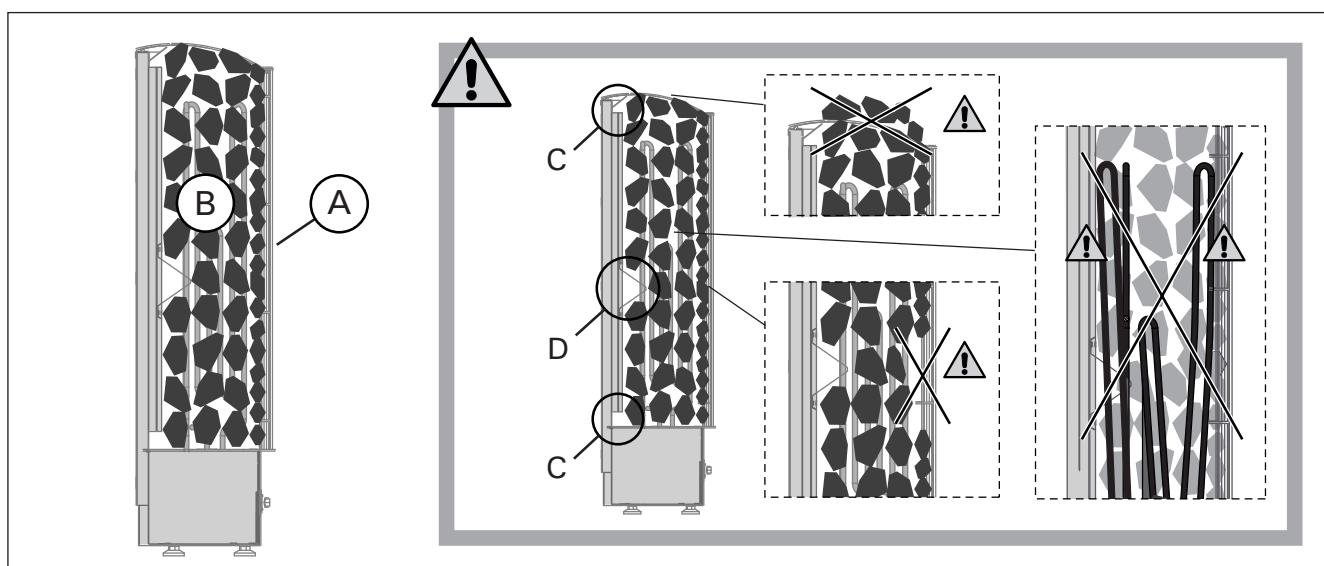

Рисунок 1. Укладка камней
1.1. Укладка камней (рис. 1)
- Рис. 1, C: Не перекрывайте верхний и нижний концы воздуховода.
- Рис. 1, D: Не кладите камни внутрь скобы.